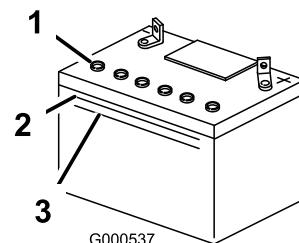

Figura 40
1. Osservate il fianco della batteria. L'elettrolito deve raggiungere la linea superiore (Figura 40). Non lasciate scendere l'elettrolito sotto la linea inferiore (Figura 40).
3. Togliete i tappi di spurgo dalla batteria (Figura 40).
4. Aggiungete lentamente acqua distillata in ogni elemento della batteria finché l'elettrolito non raggiunge la linea superiore (Figura 40) sulla scatola della batteria.
5. Attendete 5 o 10 minuti dopo avere riempito gli elementi della batteria. All'occorrenza, aggiungete acqua distillata finché l'elettrolito non raggiunge la linea superiore (Figura 40) sulla scatola della batteria.